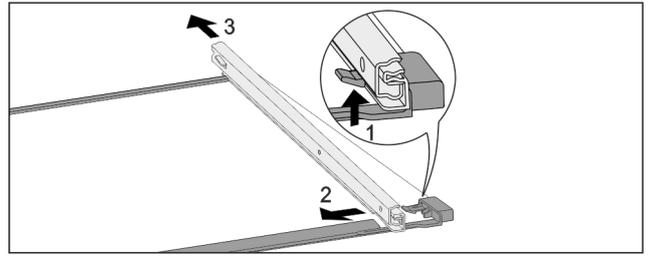

Fig. 190 Placa de vidrio con guías
- ▶ Presione hacia arriba el gancho de retención delantero. Fig. 190 (1)
- ▶ Retire la guía extraíble hacia un lado Fig. 190 (2) y hacia atrás Fig. 190 (3).